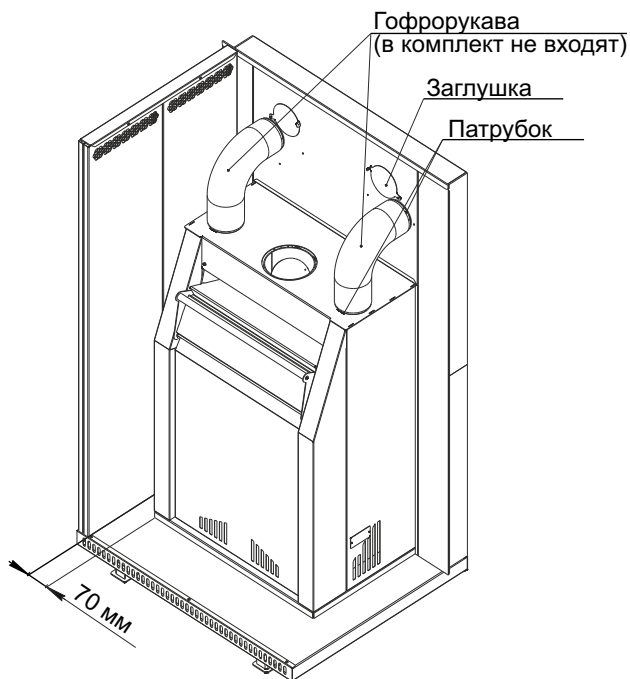

Рис.4
6) Установить камин на напольный экран. Зазор между фронтальным экраном и стеной камина min 10 мм (см. А-А рис. 4).
7) При необходимости возможен вывод теплых потоков воздуха в комнату отдыха. Для этого необходимо соединить камин с комнатой отдыха через отверстия находящиеся в верхней части фронтального экрана с помощью гофрорукавов из алюминия или другого негорючего материала и переходников входящих в комплект поставки камина и экрана фронтального (рис. 4).